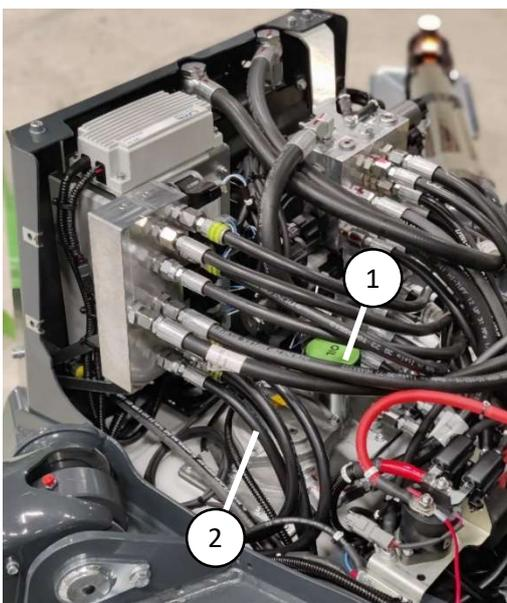

Abbildung 26. Hydrauliköltank
Der Hydraulikölwechsel kann entweder über den Saugfilter oder über den Deckel des Hydrauliköltanks (Abbildung 26 (1)) mit einer Saugpumpe erfolgen. Der Saugfilter befindet sich im Boden des Fahrgestells hinter der Wartungsklappe (Abbildung 27). Das Hydrauliköl kann durch Abnehmen des Schlauches der Reservepumpe (Abbildung 27 (1)) vom Saugfilter abgelassen werden. Das Ölwechselvolumen beträgt 35 Liter.
Der Hydrauliköl-Rücklaufilter (Abbildung 26 (2)) befindet sich oben auf dem Hydrauliköltank an der Rückseite des Fahrgestells. Der Filterwechsel erfolgt durch Öffnen des Deckels des Filtergehäuses und Ersetzen der Filterpatrone durch eine neue. Vergewissern Sie sich, dass keine Lecks vorhanden sind, bevor Sie die Abdeckungen wieder an der Maschine anbringen.
Der Hydraulikölstand kann mit dem Messstab im Filterdeckel (Abbildung 26 (1)) kontrolliert werden. Der Ölstand sollte an der oberen Markierung des Messstabes liegen, wenn sich die Zugangsplattform in Transportstellung befindet (Ausleger unten und Stützen ganz oben).